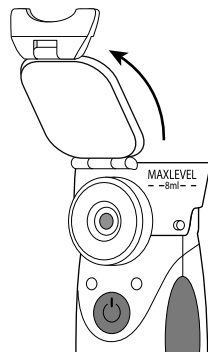

Рис.5
2. Откройте крышку ингаляционной камеры, подняв защелку (рис.5). Залейте лекарственный раствор в отсек для лекарств (рис.6).